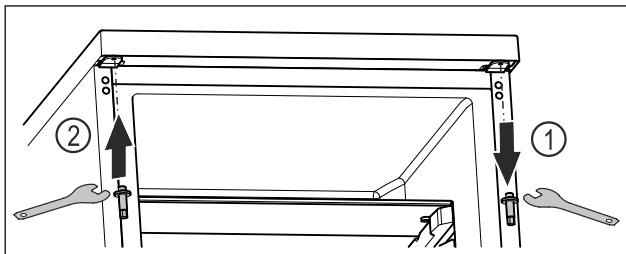

Fig. 18
- Extragăți prin rotire bolțul superior cu cheia cu hexagon exterior. Fig. 18 (1)
► Înșurubați ferm bolțul pe partea opusă cu cheia cu hexagon exterior. Fig. 18 (2)